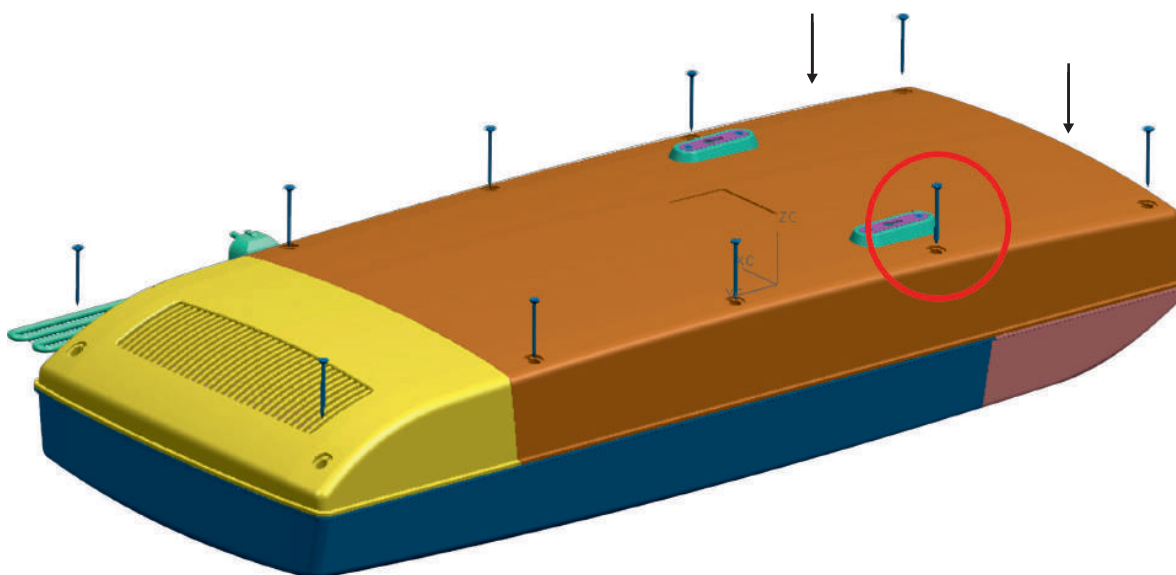

Рис. 5
- совместить переднюю и заднюю панели рециркулятора и зафиксировать соединение при помощи винтов (рис. 5)